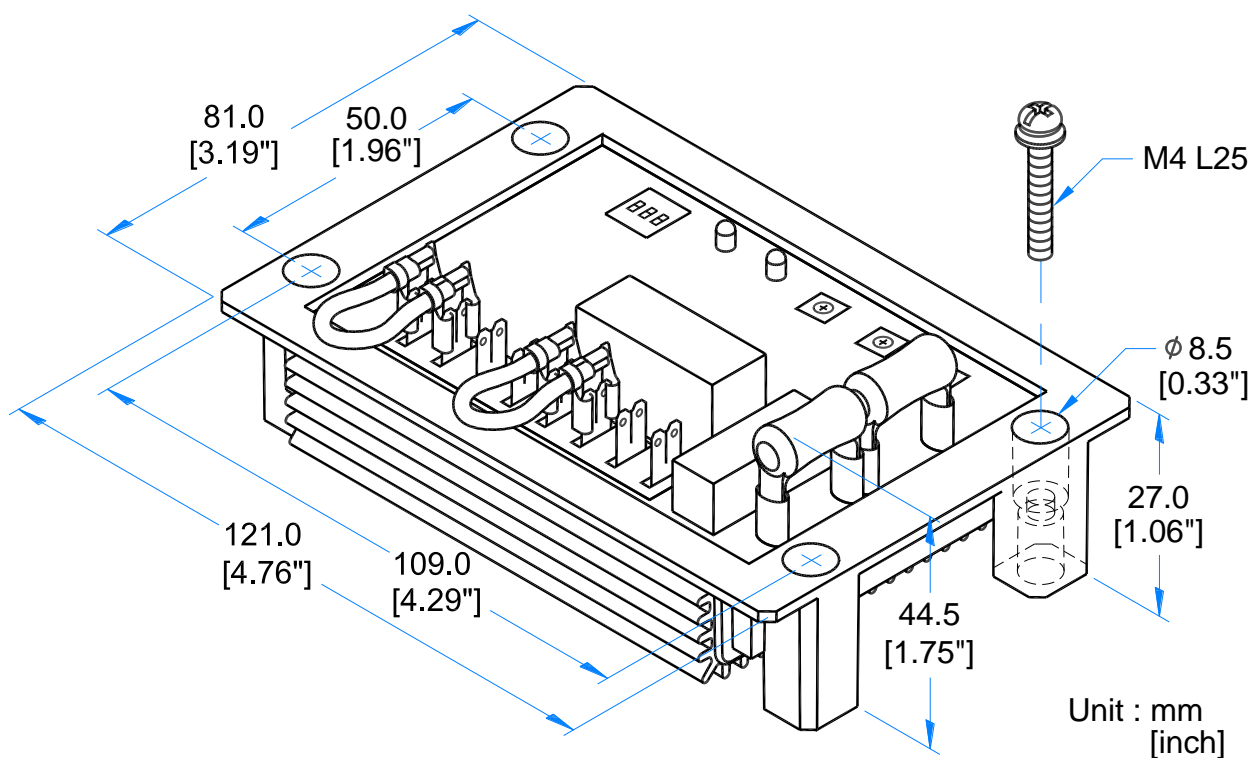

図1 寸法図
2. AVRを発電機の適当な位置に取り付けてください。(図1)取付穴寸法図をご参照ください。緑コンデンサ垂直を上向きに取り付けてください。放熱効果を高めることができます。